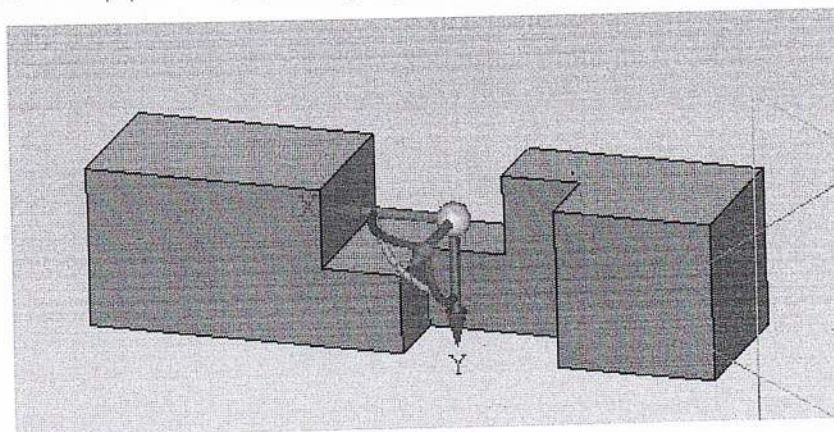
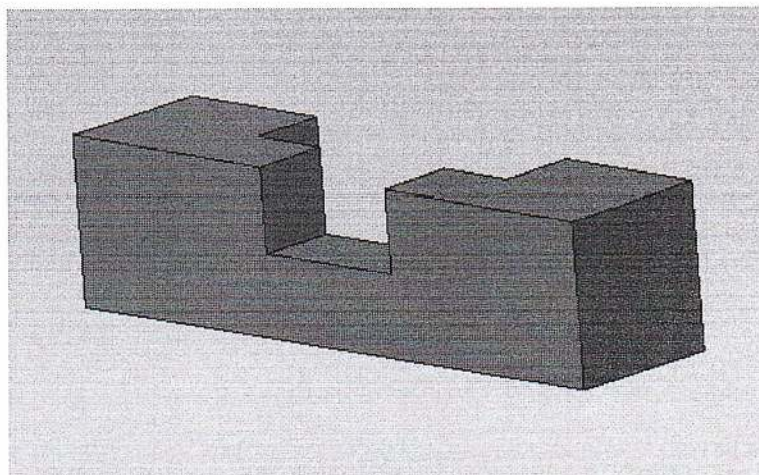

Рис. 5.4
Рис. 5.5
**!Подсказка: при сборке модели деталь А необходимо повернуть, как показано на рис. 5.4. Деталь Д повернуть, как показано на рис. 5.5!**